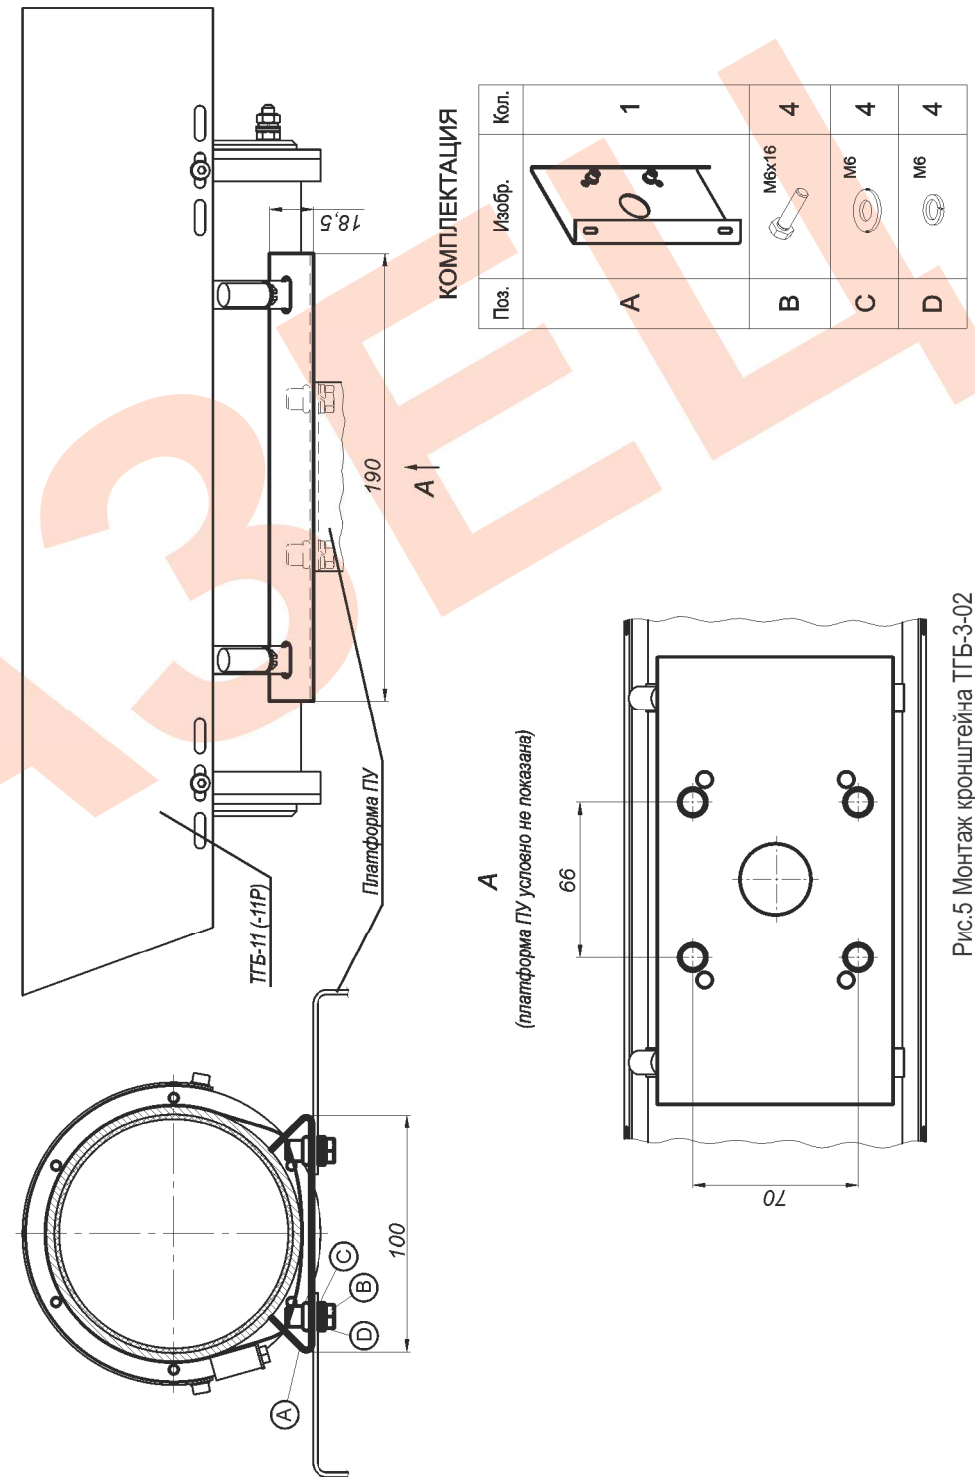

Рис.5 Монтаж кронштейна ТГБ-3-02
2. Кронштейн ТГБ-3-02 для крепления на поворотное устройство (ПУ) (рис.5).